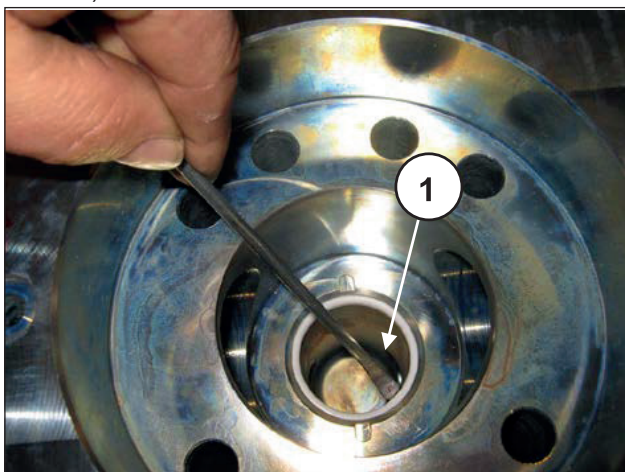

Abb. 178
Entfernen Sie die Ventilsitze und überprüfen Sie den Zustand der Dichtungen. Sie sollten nach jedem Ausbau ersetzt werden (Pos. ①, Abb. 178).